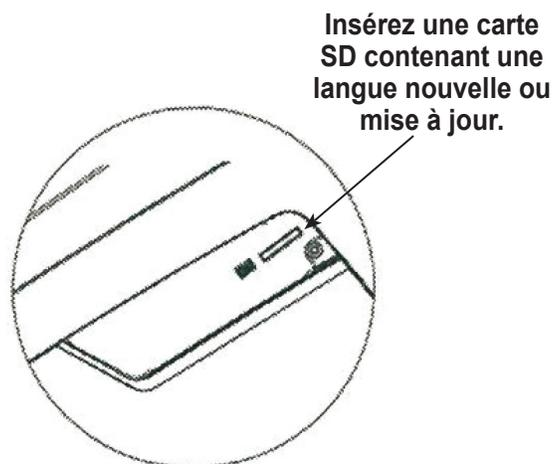

Figure 1
3. Insérez la carte SD contenant les données de langue dans le panneau latéral de la machine. Voir la Figure 1.